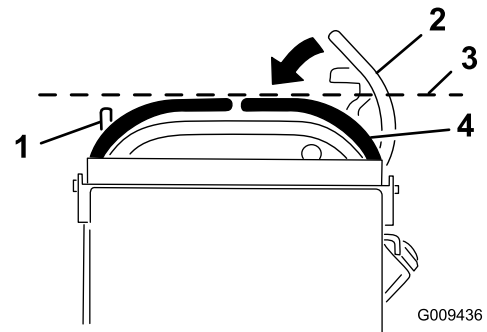

Figura 67
3. Empuje la palanca de control de movimiento de la derecha hacia abajo, sacándola de la posición de bloqueo/punto muerto (Figura 67).
4. Compruebe que la palanca de control de movimiento de la derecha quede alineada en sentido horizontal con la palanca de control de movimiento de la izquierda (Figura 67).